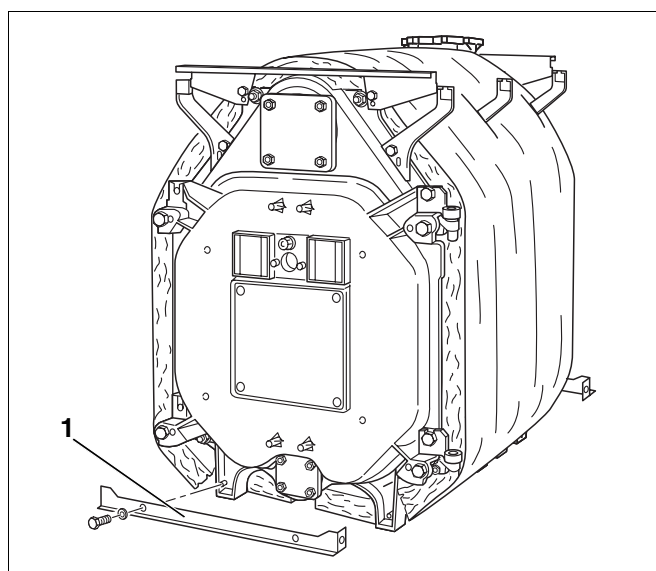

Fig. 42 Montering af de nederste traverser
- Fastgør den forreste og bageste travers forned (Fig. 42, pos. 1) med hver to sekskantskruer på de pågældende kedelfødder. Ombukkene på disse traverser skal vende udad.